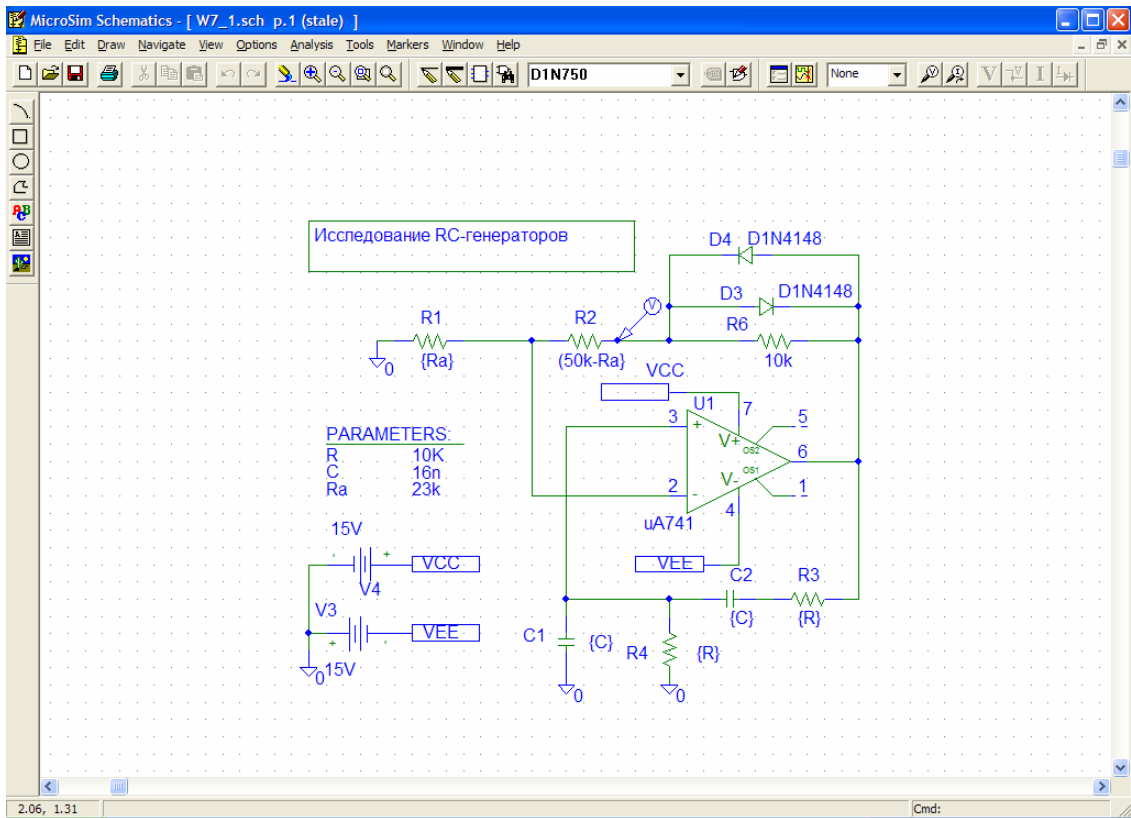

Рис. 6.1.3
- 2.1. Собрать схему RC-генератора (рис. 6.1.3) и установить значения элементов, полученные в ходе предварительного расчета.